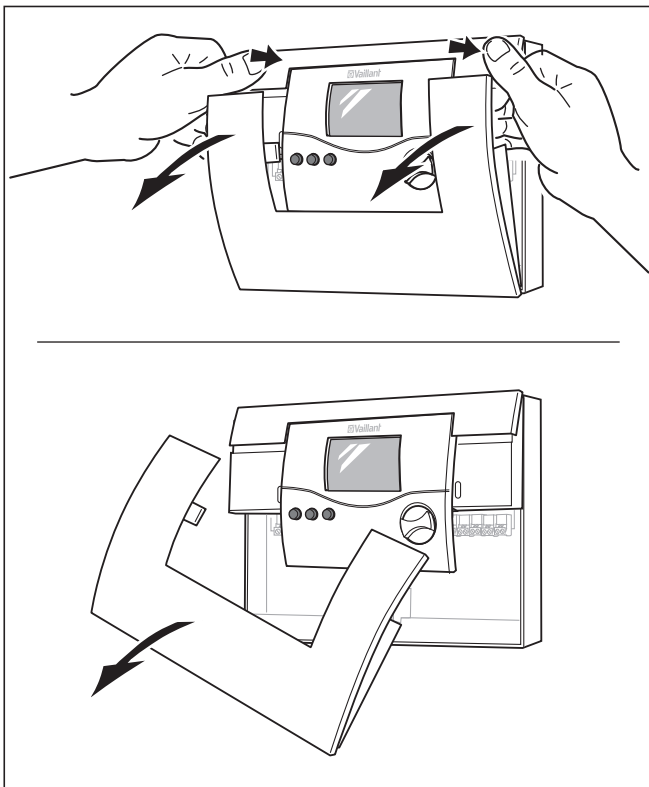

Fig. 4.2 Aprire la scatola della centralina
- Estrarre il frontalino inferiore dalla scatola della centralina come illustrato nella fig. 4.2.